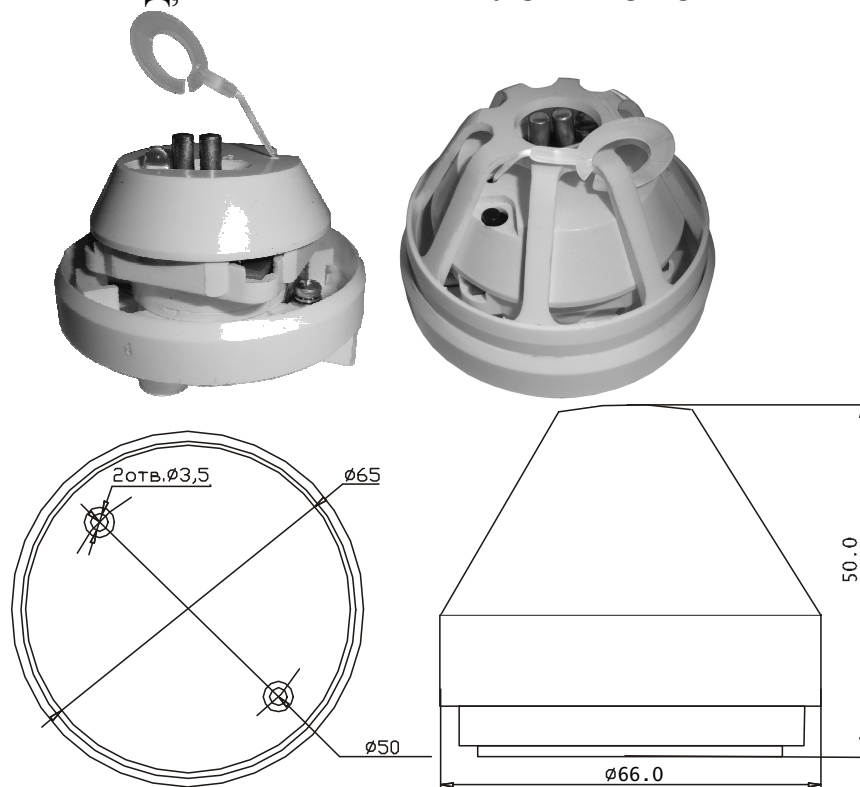

Рис. 1
6.1 Устройство устанавливается на потолках или других конструкциях охраняемых помещений согласно требованиям СП5.13130.2009. Площадь, контролируемая одним устройством, определяется согласно п.13.6.1 СП 5.13130.2009 . Габаритные и присоединительные размеры приведены на рис.1.